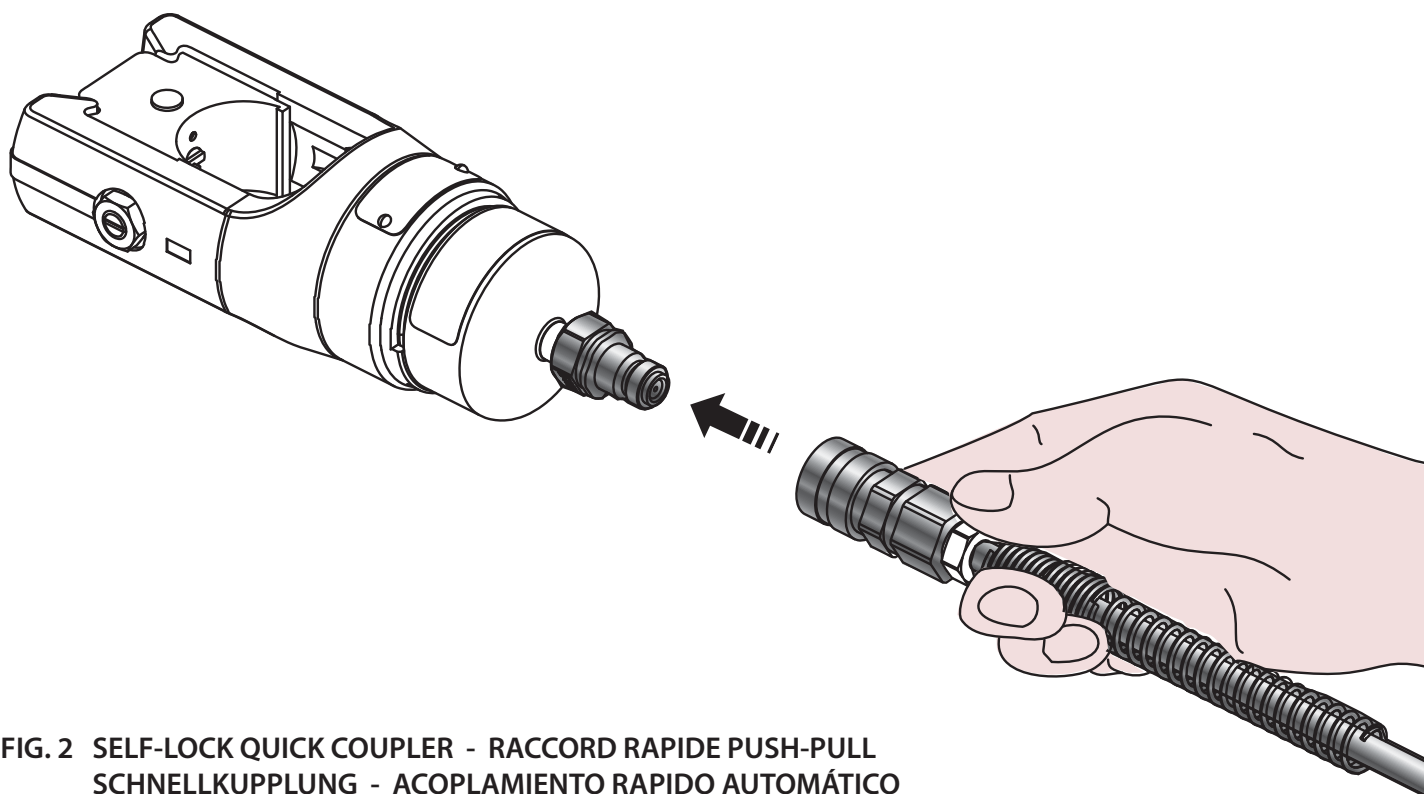

FIG. 2 SELF-LOCK QUICK COUPLER - RACCORD RAPIDE PUSH-PULL
- **Innesto:** la pompa è fornita completa di tubo flessibile per alta pressione provvisto di innesto rapido femmina con bloccaggio automatico e può essere connessa a teste oleodinamiche per compressione, taglio ecc. di costruzione **Cembre** (vedi Fig. 2).
- Allacciare la testa oleodinamica al tubo flessibile mediante l'innesto rapido (vedi Fig. 2).